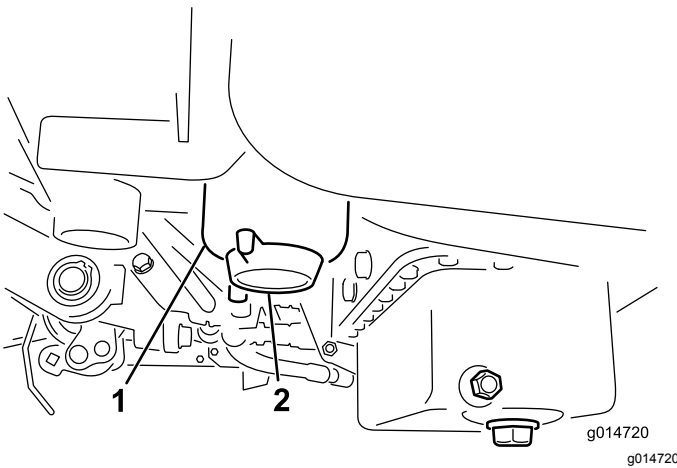

Bild 45
2. Reinigen Sie den Anbaubereich der Filterglocke (Bild 45).
4. Öffnen Sie die Filterablassschraube (Bild 45).